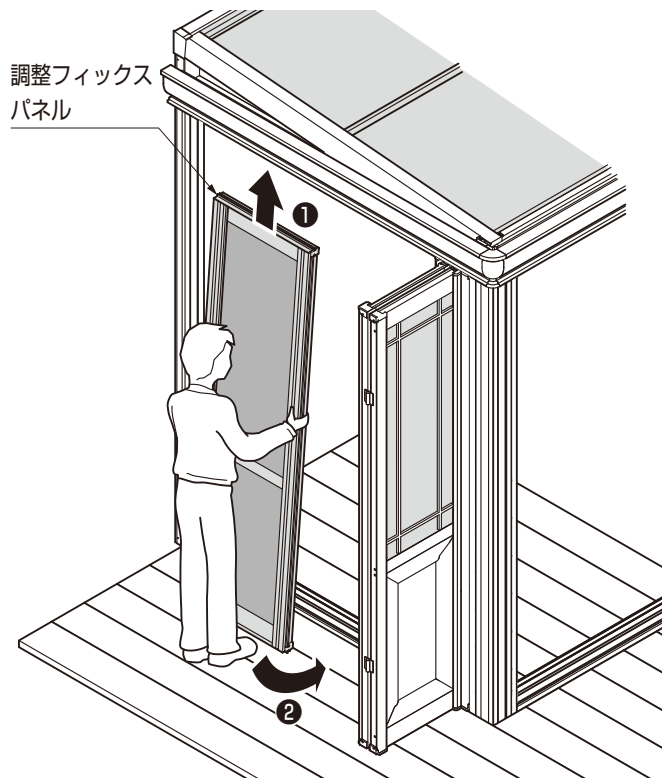

図 2-3
- ①調整フィックスパネルをけんどんではめ込んでください。(図2-3、図2-4参照)